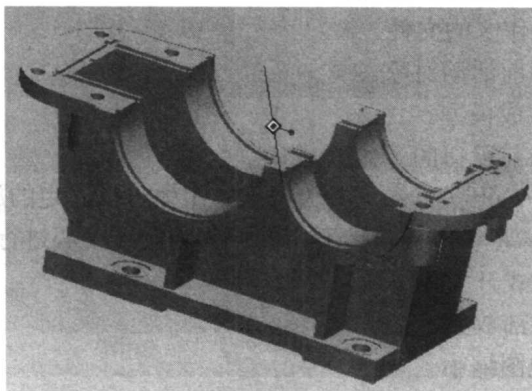

图 1.5 旋转中心图标和旋转轴标志
(1) 将光标置于绘图主窗口, 并滚动鼠标中键滚轮, 则当前视图与光标所在处的空间距离将发生变化。向前滚动鼠标中键滚轮, 则实体远离, 即实体在屏幕中的视图变小; 向后滚动鼠标中键滚轮, 则实体靠近, 即实体的视图变大。
(2) 将光标置于绘图主窗口, 按住鼠标中键并拖动鼠标, 则当前视图将沿鼠标移动方向旋转, 旋转中心位置由工具条中旋转中心开关按钮  决定。当旋转中心开关按钮处于按下状态时, 视图将以旋转中心图标为中心进行旋转; 当旋转中心开关按钮处于弹起状态时, 视图将以按下鼠标中键时光标所在位置为旋转中心进行旋转。旋转时, 旋转中心处会出现如图 1.5 所示的旋转中心的方框标志和红色旋转轴标志。